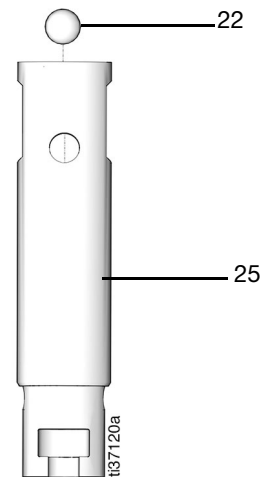

FIG. 56
10. Vuelva a colocar la bola (22) en el pistón de la bomba (25) (FIG. 56).